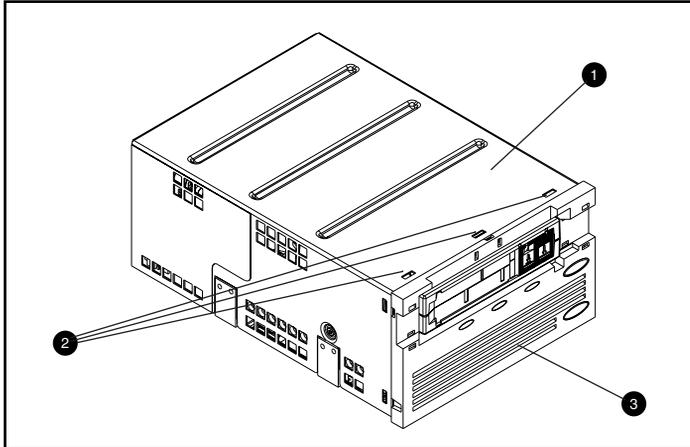

Figure D-1. Retrait du cache
Pour retirer le cache, tirez sur le cache ③ tout en relâchant les pattes de verrouillage ② qui servent à le fixer au couvercle de l'unité ① (voir Figure D-1). Sept pattes de verrouillage permettent de fixer le cache au couvercle de l'unité.